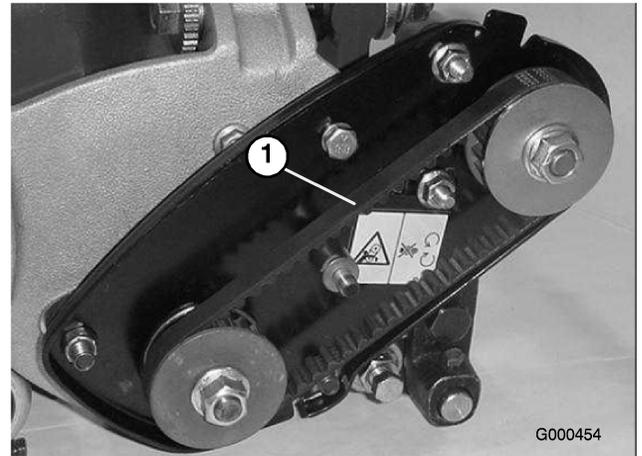

図 31
2. プーリ間の中央（図 31）でベルトを指で押して点検する。押す力は1.5～2.5 kg程度。たわみが6 mm程度あるのが適正。たわみがこの範囲になれば、以下の要領で調整する。